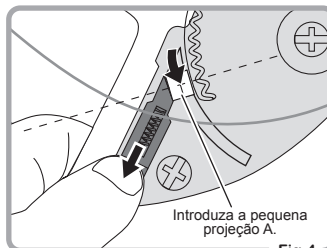

Fig.4
② Coloque a pequena projeção A na patilha puxando a alavanca para baixo. (Fig.4)
③ Siga os mesmos passos para o outro lado para afixar completamente a viseira.